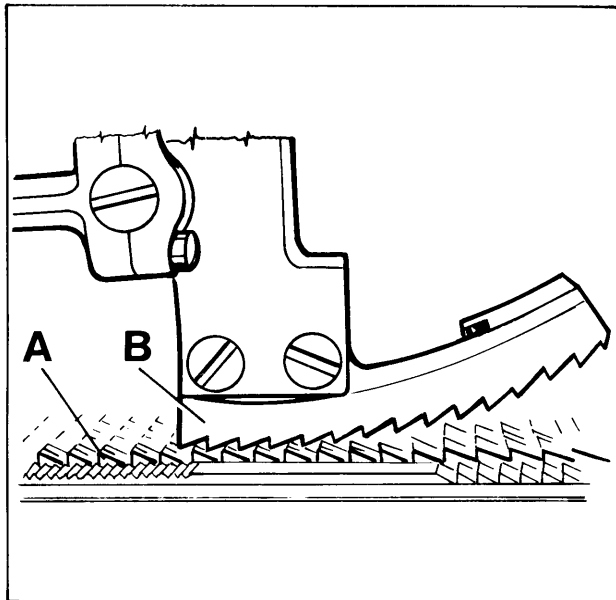

Fig. 19
Simultaneously the upper feed dog (B, Fig. 19) should be positioned so that the tips of its teeth engage with the tooth spaces of the lower feed dog (A), without contacting it. When the lower feed dog (A) is in its highest and the upper feed dog (B) in its lowest point of travel, there must be a small gap between both feed dogs.
Simultáneamente el diente alimentador superior (B, Fig. 19) tiene que ser ajustado de tal manera que la punta de sus dientes coincidan con los espacios entre los dientes del alimentador inferior (A) sin tocarlo. Cuando el alimentador inferior (A) esta en su posición mas alta y el diente alimentador superior (B) en su posición mas baja, todavía debería haber una distancia mínima entre los dos transportadores. Los recorridos de ambos dientes alimentadores (superior e inferior) tienen que ser sincronizados.
On the return travel, the upper feed dog should lift so high that no fabric will be pulled against the sewing direction. The motion should be set so that the rear four teeth of the upper feed dog (B, Fig. 19) remain approx. 1/3 of their height in the presser foot slots when lifting.
For adjustment loosen the two screws (H, Fig. 19) and raise the supporting yoke (J) when the upper feed dog should lift more or lower it when it should lift less. Retighten screws (H).
En su movimiento de regreso, el diente alimentador superior debería moverse tan alto que ningún material sea arrastrado contra la dirección de costura. El movimiento debe ser ajustado de manera tal que los últimos 4 dientes traseros del diente alimentador superior (B, Fig. 19) mantengan aproximadamente 1/3 de su altura de las ranuras del pie prensatelas cuando se levanta.
Para ajuste, suelte los dos tornillos (H, Fig. 19) y levante el soporte (J) cuando el diente alimentador superior deba subir mas, o bájelo cuando deba bajar menos. Asegure los tornillos (H).